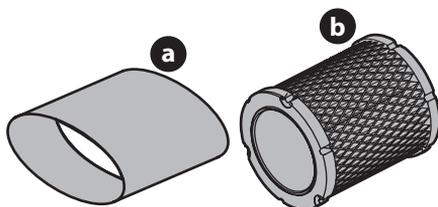

Figure 10
4. Enlevez le pré-filtre (a) en mousse qui se trouve autour du filtre à air en papier (b) (Figure 10). Remplacez la cartouche en papier si elle est sale ou endommagée. Nettoyez le pré-filtre en mousse ou remplacez-le s'il est endommagé.